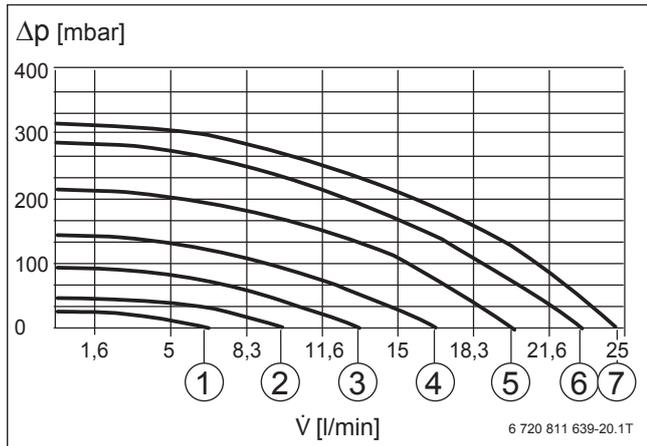

Bild 48 Kennlinien Zirkulationspumpe im Zirkulationsstrang (bei Vorwärmssystem: Pumpe für tägliche Aufheizung), Leistungsaufnahme: 4 ... 27 W
Als Zubehör zur Frischwasserstation Logalux FS27/3 (N) und FS40/3 (N) ist ein Zirkulationsstrang mit Hocheffizienz-Zirkulationspumpe erhältlich. Die Zirkulationspumpe kann innerhalb der Frischwasserstation einfach installiert werden. Die Restförderhöhe lässt sich im Bild 48, Seite 39 ablesen. Bei der Kaskade muss die Zirkulationspumpe außerhalb der Frischwasserstation bauseits gesetzt werden.